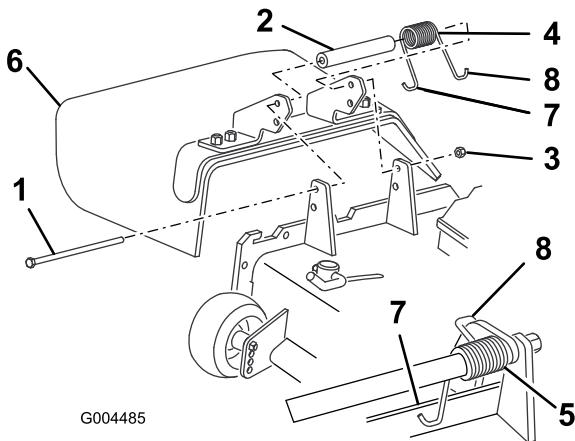

Figura 79
2. Retire a porca de bloqueio, o parafuso, a mola e a cunha que fixam o deflector aos apoios de articulação (Figura 79). Se o deflector de relva estiver danificado ou gasto, retire-o.
3. Coloque a anilha e a mola entre os suportes de substituição do deflector de relva (Figura 79). Coloque a extremidade esquerda em gancho J da mola por trás da extremidade da plataforma.
Nota: Certifique-se de que a extremidade esquerda em gancho J da mola está por trás da extremidade da plataforma antes de colocar o parafuso (como se mostra em Figura 79).
4. Coloque o parafuso e a porca. Coloque a extremidade direita em gancho J da mola à volta do deflector de relva (Figura 79).